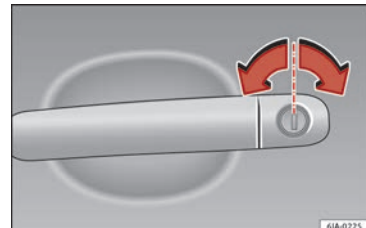

Fig. 3 Poignée de la porte du conducteur avec barillet de serrure.
- Introduisez le panneton dans le barillet de serrure et déverrouillez ou verrouillez le véhicule » fig. 3.